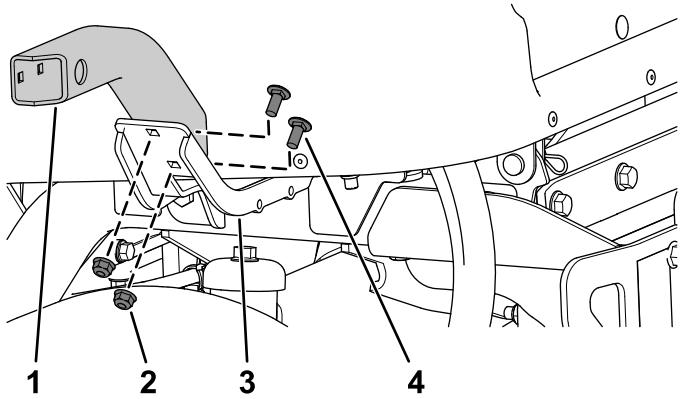

Figura 23
- Fissate il supporto corto sinistro e il supporto destro corto o lungo sul supporto sinistro e su quello destro utilizzando 4 bulloni a testa tonda (5/16" x 3/4") e 4 dadi flangiati (5/16"), come mostrato nella Figura 23.